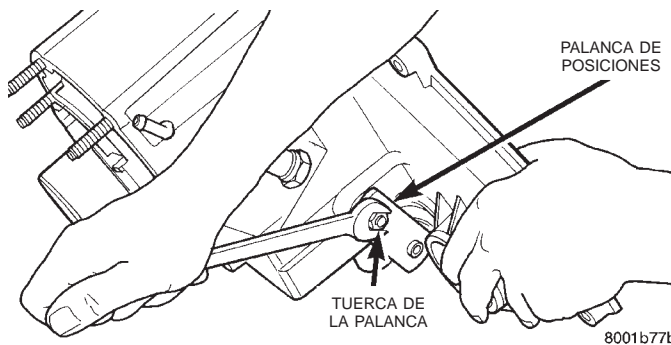

Fig. 62 Instalación de la palanca de posiciones
(3) Instale la palanca de posiciones, arandela y tuerca en el eje de sector (Fig. 62). Apriete la tuerca de la palanca de posiciones con una torsión de 27-34 N·m (20-25 lbs. pie).